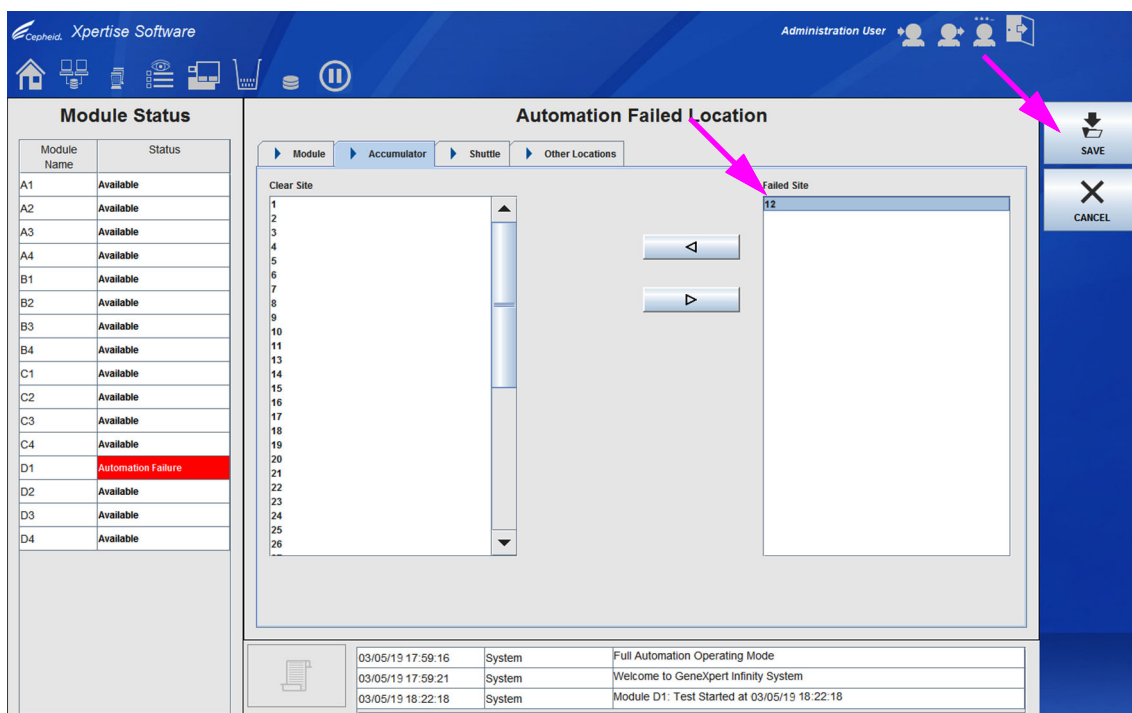

図 9-89. 自動化の故障場所ワークスペース
3. 自動化の故障場所 (Automation Failed Location) ワークスペースで、**故障したサイト (Failed Site)** パネルで故障したサイトを選択し、左方向の矢印 ◀ ボタンを選択して**クリアサイト (Clear Site)** パネルに移動します。図 9-89 を参照。